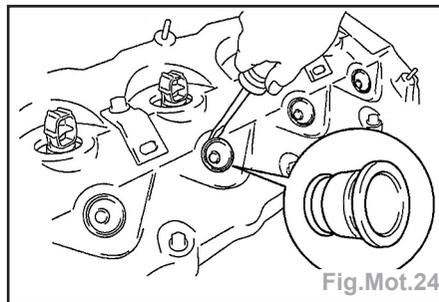

Fig.Mot.24
- Sortir les 4 joints des porte-injecteurs puis déposer le couvre-culasse (Fig.Mot.24).